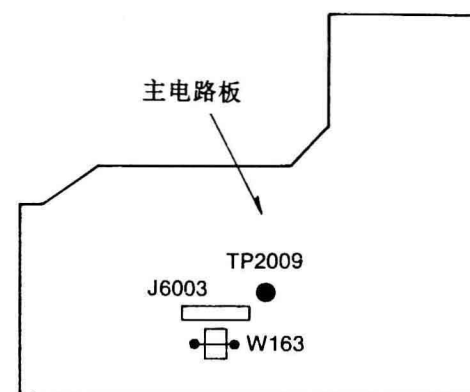

图57
- 步骤: ①如图57所示, 连接跨接线W163;
- ②同时按寻迹键(+)和(-)(寻迹值自动锁在中心);
- ③调整完后, 将跨接线W163拆除。